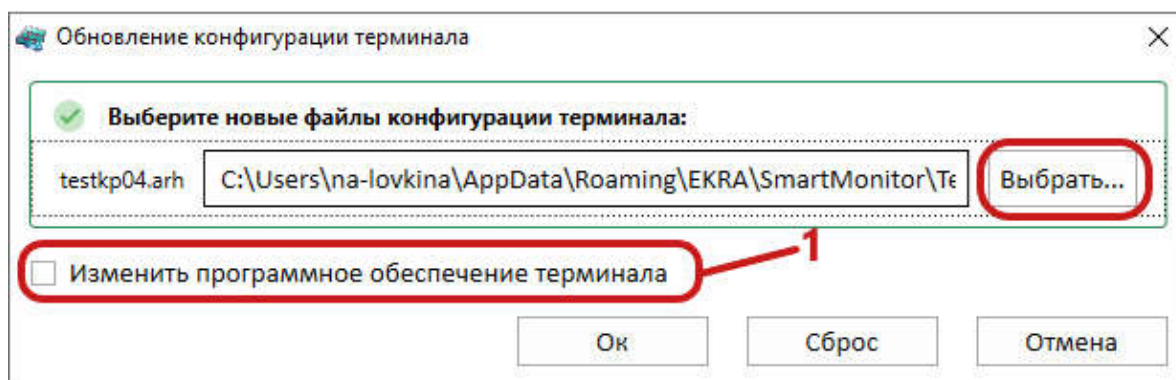
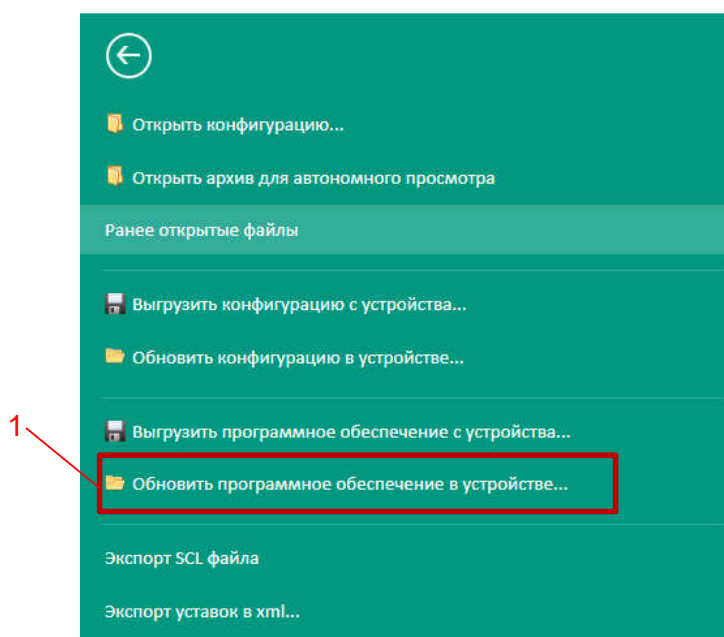

Рисунок 20 – Окно **Обновление конфигурации терминала**
Рисунок 21– Пункт меню **Обновить программное обеспечение в устройстве**
5.1.2 После исправления ошибки необходимо повторить процедуру заново (см. рисунок 20).
5.2.1 Выбрать пункт меню  → **Обновить программное обеспечение в устройстве** (см. рисунок 21, поз. 1) или установить галочку **Изменить программное обеспечение терминала** при обновлении файла конфигурации (см. рисунок 20, поз. 1).